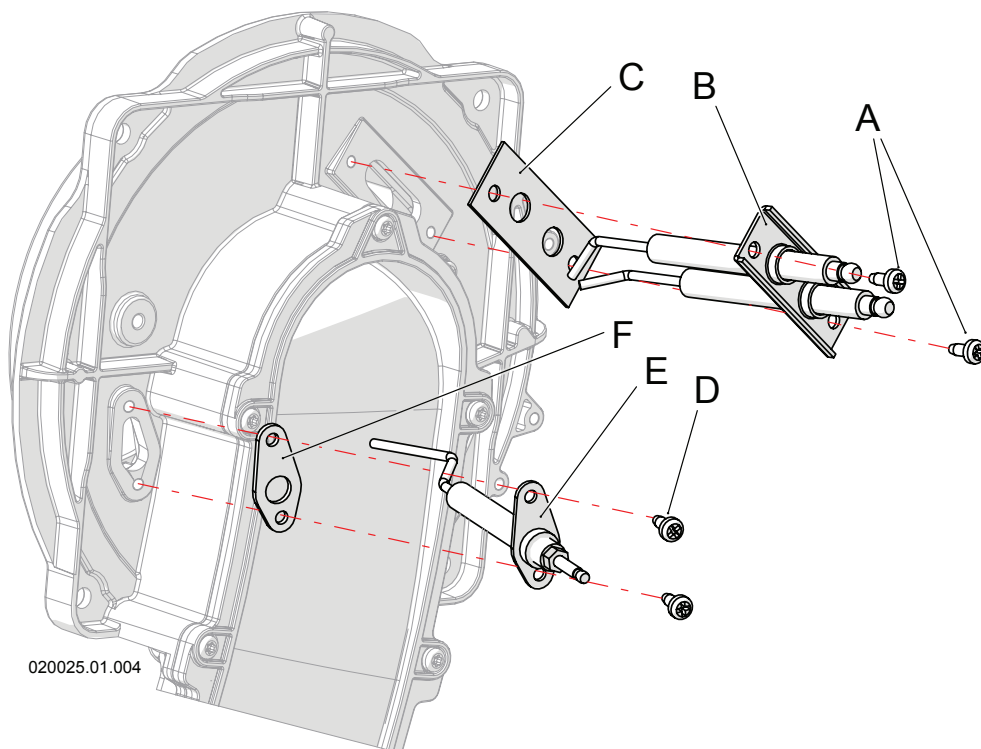

Figura 8-4 - Smontaggio degli elettrodi
- 5.- smontare gli elettrodi da sostituire "B" o "E" tramite le viti "A" o "D" di figura 8-4 facendo attenzione a rimuovere anche le guarnizioni "C" ed "F";